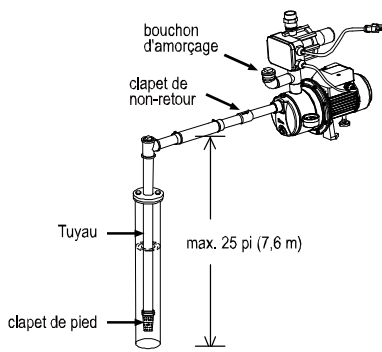

Figure 1
REMARQUE: Le bouchon d'amorçage est déjà équipé d'un joint torique et ne doit pas être bande de PTFE. (Figure 1)
1. Raccordez le tuyau d'aspiration à l'entrée de la pompe.(Figure 1)